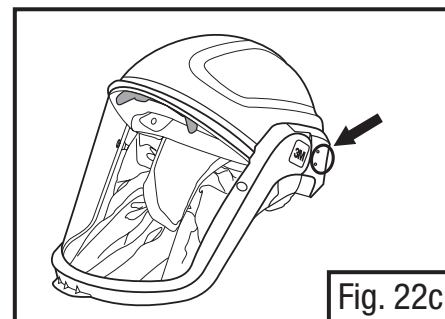

Fig. 22c
- Ubique los puntos de conexión de la orejera en el exterior del armazón de casco (Figs. 22c & d). Observe que en el casco M-300 hay espacios visibles en el exterior del armazón donde se conectan las orejeras. Es posible que en el M-100 los espacios nos sean visibles en el exterior del armazón.